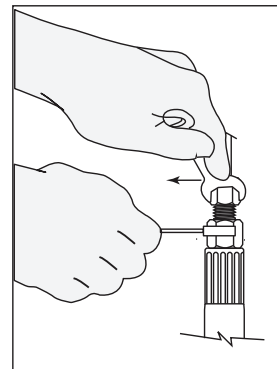

Fig. 16b
16.2 Appliquer du ruban de teflon à l'extrémité de l'atténuateur de coup de bélier. Connecter ensuite le tube d'alimentation d'eau à l'extrémité de l'atténuateur de coup bélier en utilisant le même type de raccord que pour la valve d'isolation. Utilisez la méthode à deux clés pour le serrage. Voir Fig. 16b.